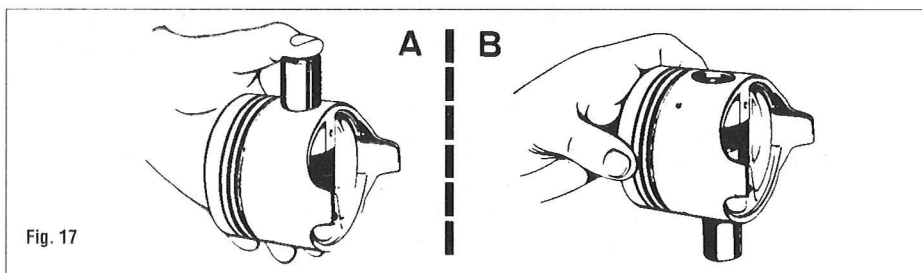

Fig. 17
- Controlar as folgas entre o cavilhão e a biela e entre o cavilhão e o êmbolo (Fig. 17).